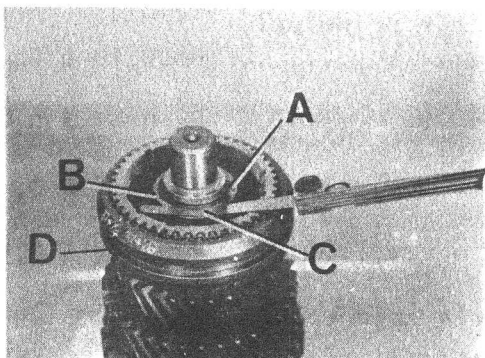

Fig. C1-134 Montaje conjunto eje principal
- 3.12. Montar sobre el eje principal, el conjunto sincronizador de 3a y 4a velocidad, D (Fig. C1-134), posicionándolo con el cuello más largo del cuerpo interior del sincronizado, hacia el engranaje de 3a velocidad.
- 3.13. Montar la arandela de ajuste, B (Fig. C1-134) y el anillo elástico, A, que mantiene unido todo el conjunto de engranajes del eje principal.
- . Provistos de un juego de galgas, C (Fig. C1-134) medir el juego axial del conjunto eje principal, el cual debe estar comprendido de 0,10 a 0,15 mm. De no ser así, habrá que cambiar la arandela de ajuste, B, por otra de espesor adecuado.